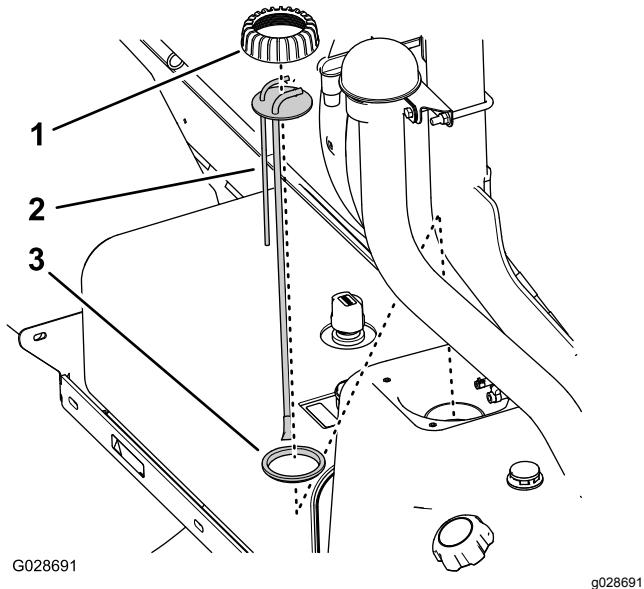

Figura 77
| 5. Ruotate il tappo del raccordo tubo/trasmettitore del carburante in senso antiorario, poi rimuovete il tappo (Figura 77).  |
6. Sollevate il gruppo del raccordo tubo/trasmettitore del carburante dal serbatoio del carburante (Figura 77).
1. Montate il tappo del tubo sopra il tubo stesso e quest'ultimo sulla guarnizione (Figura 77).
2. Allineate il tappo, il tubo e la guarnizione al serbatoio e, con attenzione, inserite il nuovo gruppo del tubo nel serbatoio del carburante (Figura 77).
3. Avvitate il tappo sul collo del serbatoio del carburante e serratelo manualmente (Figura 77).